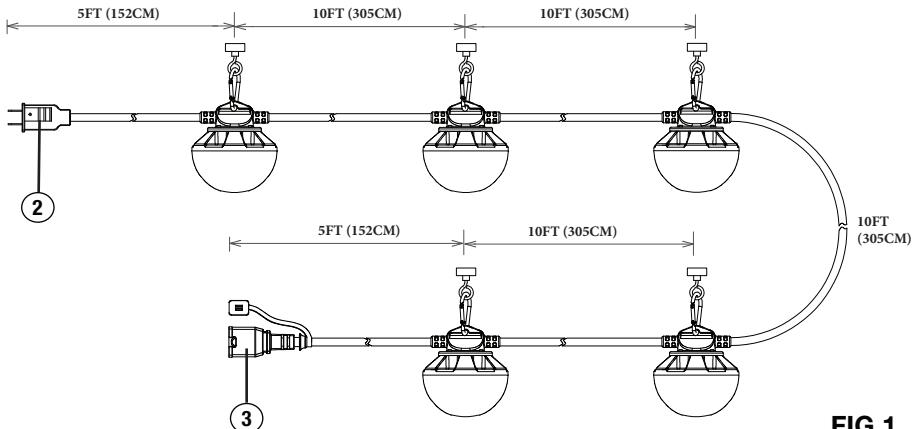

FIG 1
**SEE FIG 1, 2**
### SE RÉFÉRER À LA FIGURE 1, 2